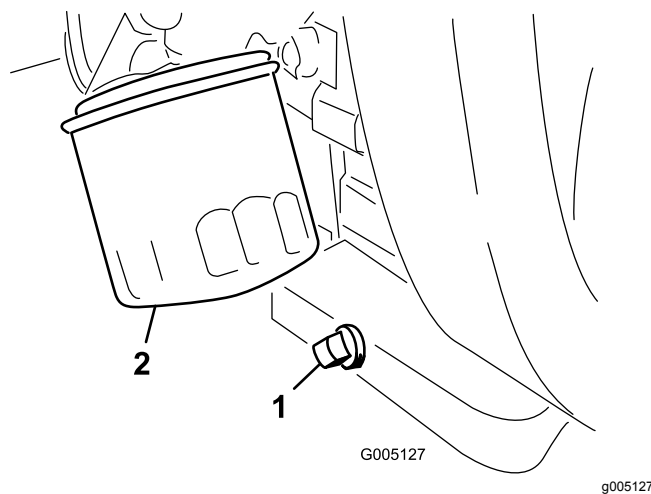

Figura 37
1. Retire o tampão de escoamento (Figura 37) e deixe o óleo escorrer para um recipiente adequado.
2. Limpe os roscados do tampão de escoamento, aplique vedante PTFE e coloque o tampão de escoamento (Figura 37).
3. Retire o filtro do óleo (Figura 37).